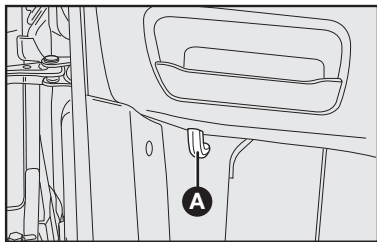

fig. 72
- 1) puxar a alavanca **A-fig. 72**.